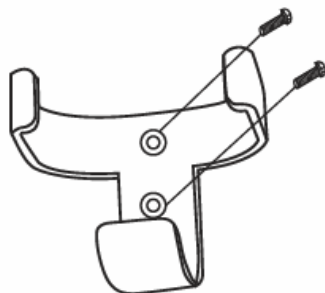

Fig. 9a
1. Elija un lugar apropiado de una pared para fijar el portamandos con 2 tornillos. (Fig. 9a)